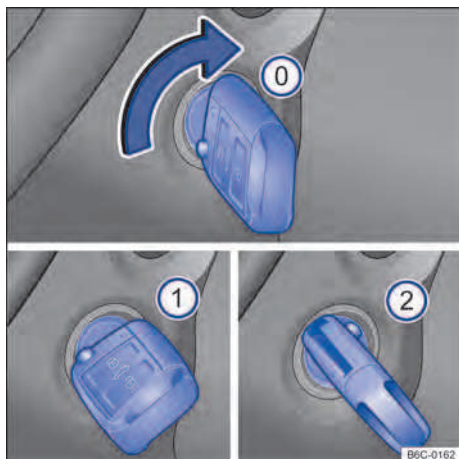

Fig. 82 Al lado del volante de la dirección, a la derecha: posiciones de la llave del vehículo en la cerradura de encendido.
Posiciones de la llave del vehículo → fig. 82
- *Vehículos con arranque en caliente*: girar la llave del vehículo a la posición → fig. 82 ①. El encendido está conectado. En ese momento la luz de control del sistema de arranque en caliente se encenderá en el instrumento combinado. Esperar a que la luz de control se apague indicando el final del calentamiento del combustible (esta acción puede ser necesaria en condiciones de arranque con el motor frío).
- Girar la llave del vehículo en el cilindro del encendido hacia la posición → fig. 82 ② – no acelere. Cuando el motor comience a funcionar, soltar la llave del vehículo en la cerradura de encendido.
- *Vehículos con arranque en caliente*: girar la llave del vehículo en el cilindro del encendido hasta la posición → fig. 82 ③ para poner en marcha el motor – sin acelerar. En caso de que ►
no se respete la etapa 5, la luz de control  parpadeará indicando la necesidad de interrumpir el procedimiento de arranque y repetirlo después de volver la llave a la posición → fig. 82  y esperar aproximadamente 10 segundos.